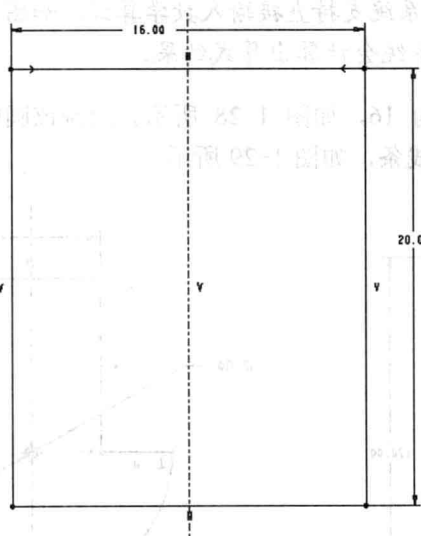

图 1-26 绘制对称矩形并标注尺寸
③ 单击矩形按钮, 绘制关于中心线左右对称的矩形, 标注尺寸为 16×20 , 如图 1-26 所示。